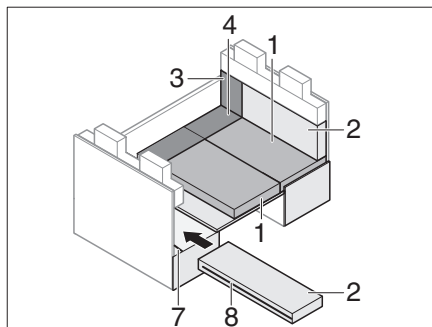

Fig. 210 Durante la trasformazione
- Aprire la chiusura lampo (Fig. 210,8) del cuscino dello schienale.
- Applicare la scanalatura del cuscino posteriore sulla la traversa ISOFIX (Fig. 210,7).